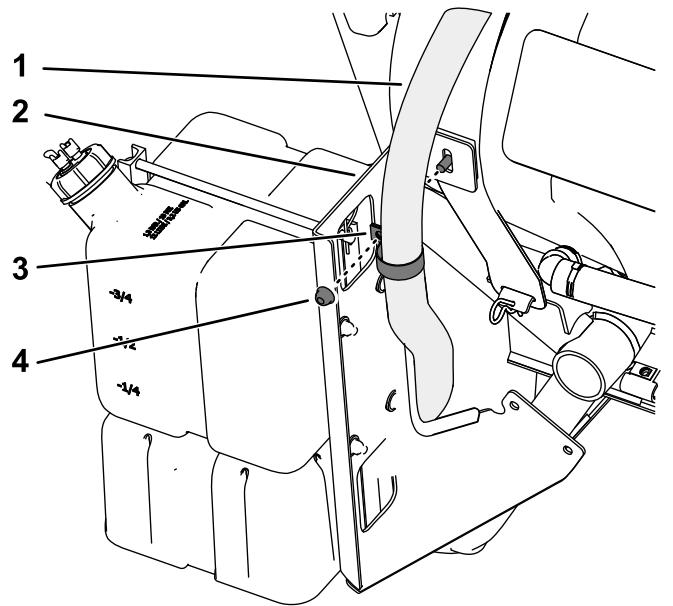

図 3
- 3. ポンプ吸い込み用ホースをRクランプに通す図3。
- 4. Rクランプを、ナットでボルトに固定する図3。